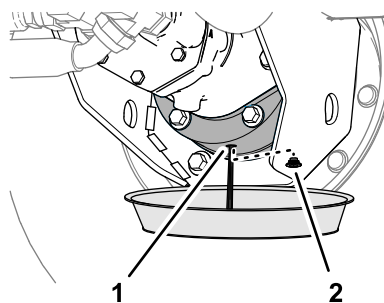

Figura 87
6. Posizionate una bacinella di spurgo sotto la scatola del freno, rimuovete il tappo di spurgo e lasciate spurgare completamente il lubrificante (Figura 87).